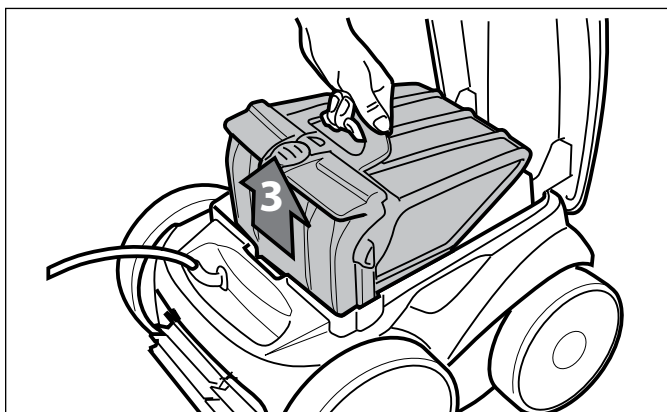

Figure 25. Retirer la cartouche du filtre
6. Enlever la cartouche du filtre du corps (3), comme illustré à la Figure 25.